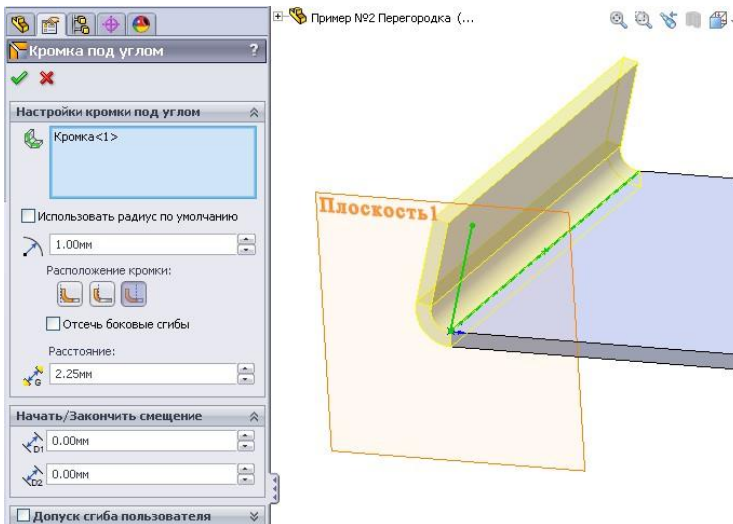

Рисунок 9.36 - Процесс построения боковой стінки
6. Закінчимо побудову контуру крайки, вийшовши з ескізу. Після цього автоматично відкриється вікно «Кромка под углом». У цьому вікні необхідно заповнити розділи «Настройки кромки под углом», «Начать/Закончить смещение» и «Допуск сгиба пользователя» (рис. 9.36).